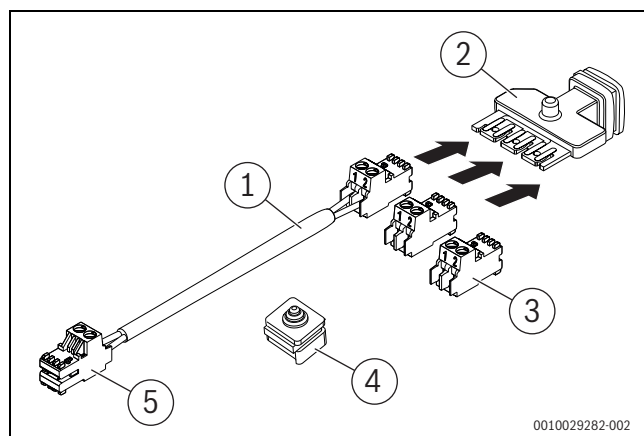

Fig. 93 Contenu de la livraison accessoire CS 37
- Brancher le câble (→ Figure 93, [1]) avec le connecteur sur la barrette de raccordement EMS-BUS (→ Figure 93, [2]).
- Brancher les deux connecteurs (→ Figure 93, [3]) aux emplacements de la barrette de raccordement EMS-BUS (→ Figure 93, [2]).
- Monter la barrette de raccordement EMS-BUS (→ Figure 93, [2]) avec les connecteurs vers le bas dans l'ouverture des passe-câbles.
- Installer le passe-câbles fourni (→ Figure 93, [4]).